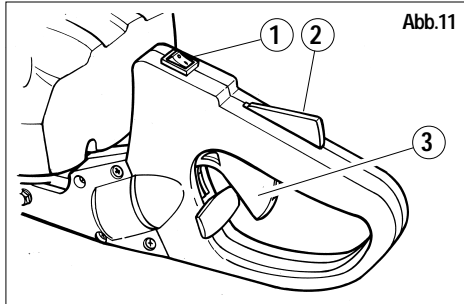

Abb.11
- 2) Den Stoppschalter (Abb. 11 Teil 1) auf die Position „ON“ drücken.
5) Nehmen Sie den hinteren Griff in die linke Hand und drücken Sie mit der Handfläche gegen die Gasverriegelung (Abb. 11 Teil 2). Auf diese Weise wird die Bewegung des Gaszugs freigegeben (Abb. 11 Teil 3).
1) Zum Stoppen des Motors ist der Schalter (Abb. 11 Teil 1) in die Position „OFF“ zu stellen.